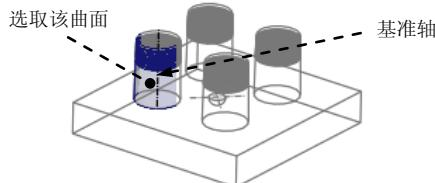
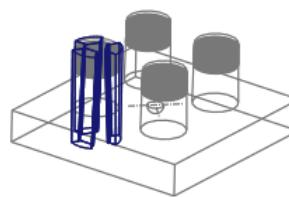

图 25.29 创建基准轴
图 25.30 阵列结果
Step4. 创建图 25.29 所示的基准轴, 操作过程如下。
- (1) 单击 **模具** 功能选项卡 **基准** ▾ 区域中的“轴”按钮
- (2) 选取图 25.29 所示的曲面。
- (3) 在“基准轴”对话框中单击 **确定** 按钮。
Step5. 在“阵列”操控板中输入要阵列的个数 3, 输入阵列成员间的角度值 120, 单击“阵列”操控板中的 按钮, 结果如图 25.30 所示。